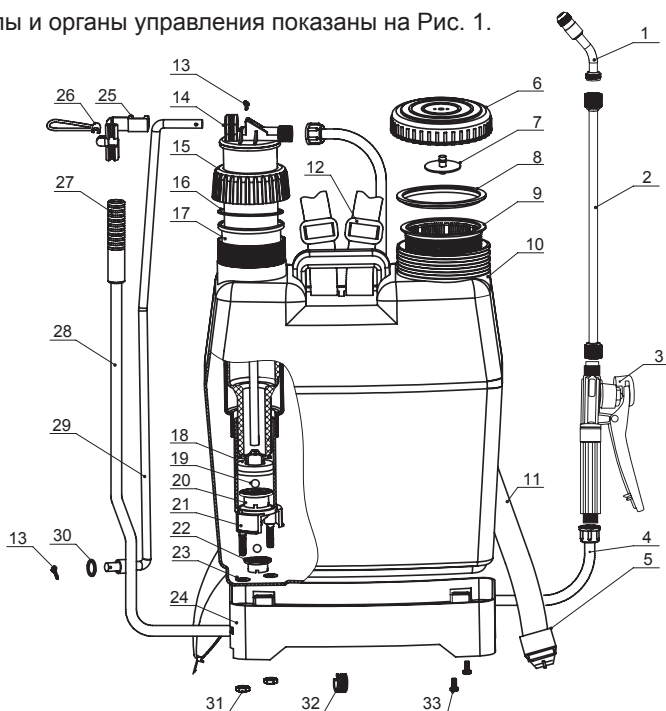

Рис. 1 Основные узлы и органы управления
Основные узлы и органы управления показаны на Рис. 1.
Соберите опрыскиватель в соответствии с Рис. 1. Проверьте и затяните при необходимости все соединения.
3. Сделайте 7-10 качаний рычагом насоса 28 (Рис. 1), до тех пор, пока не появится сопротивление нажатию.
4. Для опрыскивания нажмите на рычаг управления клапаном подачи рукоятки управления 3 (Рис. 1).
1. Открутите крышку 6 бака и при наличии загрязнения на внешней стороне старательно прочистите область резьбы и уплотнительное кольцо 8 (Рис.1).